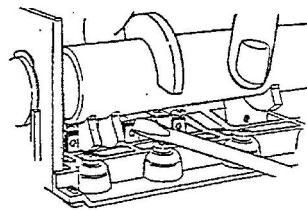

Рис. 15
4. Ослабьте давление в системе, открыв при помощи отвертки дренажный вентиль (пятый вентиль с обратной стороны клапана), Рис. 15.